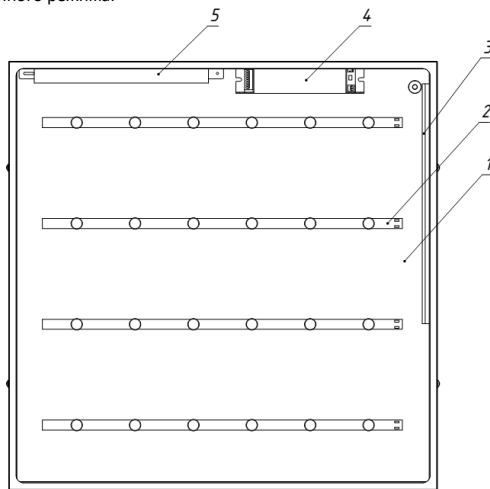

Рисунок 1 — Конструкция автономного аварийного светильника Geniled на примере Office Comfort 595x595x60.
3.3. Светильник Geniled Офис состоит из основных частей (см. рисунок 1):